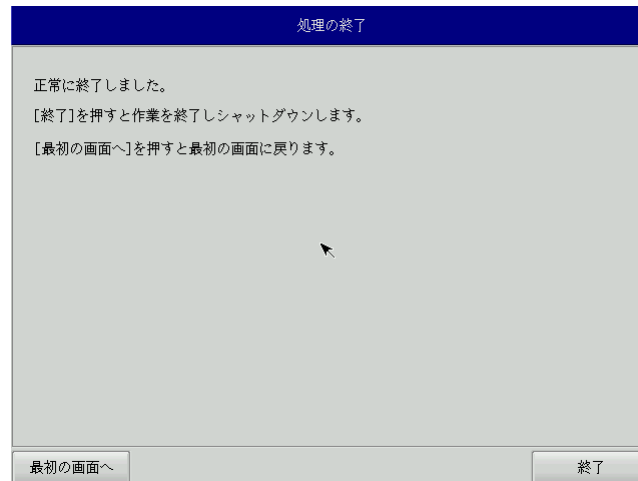

図 6-4-6. 終了画面
- ⑪ 終了画面 (図 6-4-6) が表示されるとシステム復旧作業は完了です。[終了]ボタンを押して電源を落とし、DVD ドライブ、保存メディアを外します。